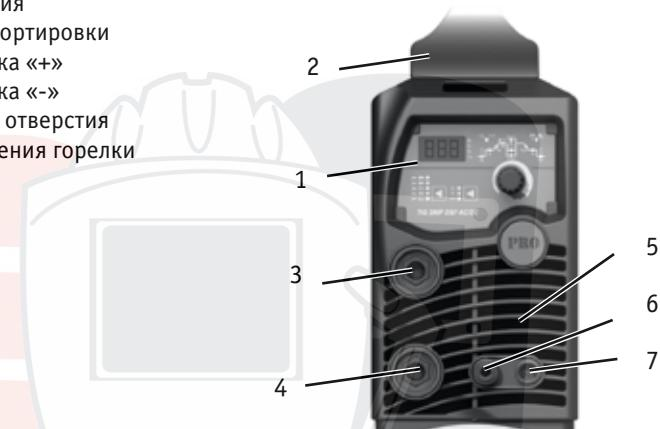

Рис. 6.1. Вид передней панели.
3. Подключайте сварочные принадлежности для TIG сварки в следующем порядке: вставьте силовой наконечник горелки в панельную розетку со знаком «-» (п. 4, рис. 6.1) на передней панели аппарата, поверните его до упора по часовой стрелке, убедитесь в плотной фиксации соединения.
4. Подключите разъем подвода газа горелки в соответствующий разъем на передней панели аппарата (п. 6, рис. 6.1).
5. Подключите 5-pin разъем горелки к соответствующему разъему на передней панели аппарата (п. 7, рис. 6.1).
7. Вставьте силовой наконечник кабеля клеммы заземления в панельную розетку со знаком «+» (п. 3, рис. 6.1) на передней панели аппарата, поверните его до упора по часовой стрелке, убедитесь в плотной фиксации соединения. Закрепите клемму заземления на заготовке.